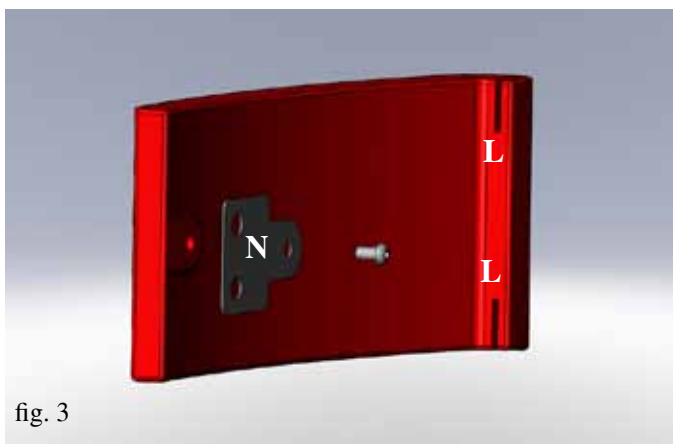

fig. 3
- Applicare sul retro delle ceramiche (1-2-3) le piastrine (N) fissandole nei fori previsti tramite le viti in dotazione (fig. 3).